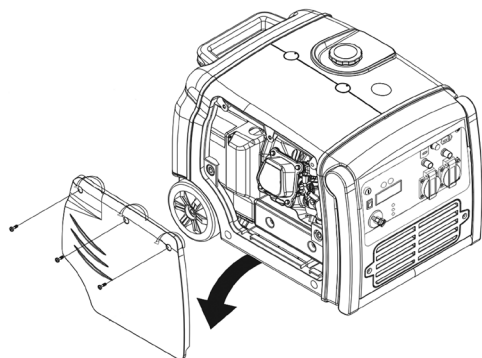

Fig. 20 – Removiendo la tapa de mantenimiento del filtro de aire
3. Suelte los tornillos de la tapa de mantenimiento del filtro de aire (3) (fig. 1) y retire la tapa (fig. 20);